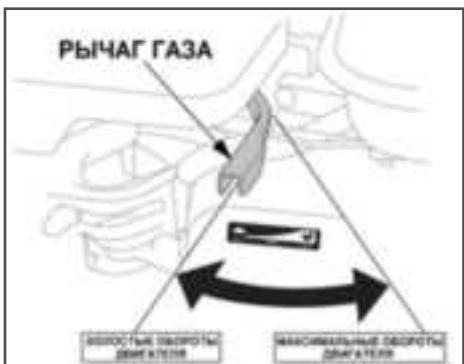

Рис. 16
4. Переведите рычаг газа на  $\frac{1}{3}$  хода в сторону положения максимальных оборотов двигателя (Рис. 16).